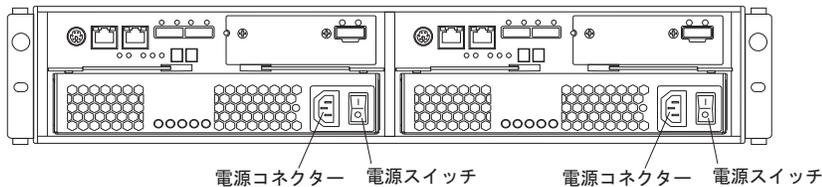
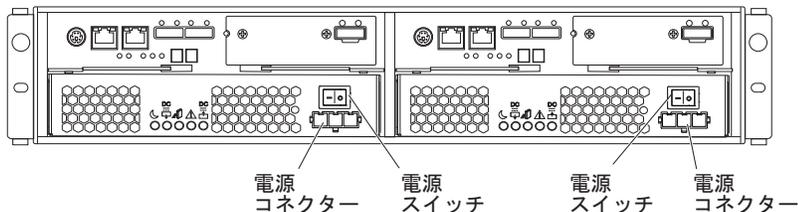

図 4-1. DS3500 AC モデルの電源機構のスイッチとコネクタ
図 4-2. DS3500 DC モデルの電源機構のスイッチとコネクタ
6. ストレージ・サブシステムの背面にある両方の電源スイッチをオンにします。図 4-1 は、AC 電源スイッチの位置を示しています。図 4-2 は、DC 電源スイッチの位置を示しています。